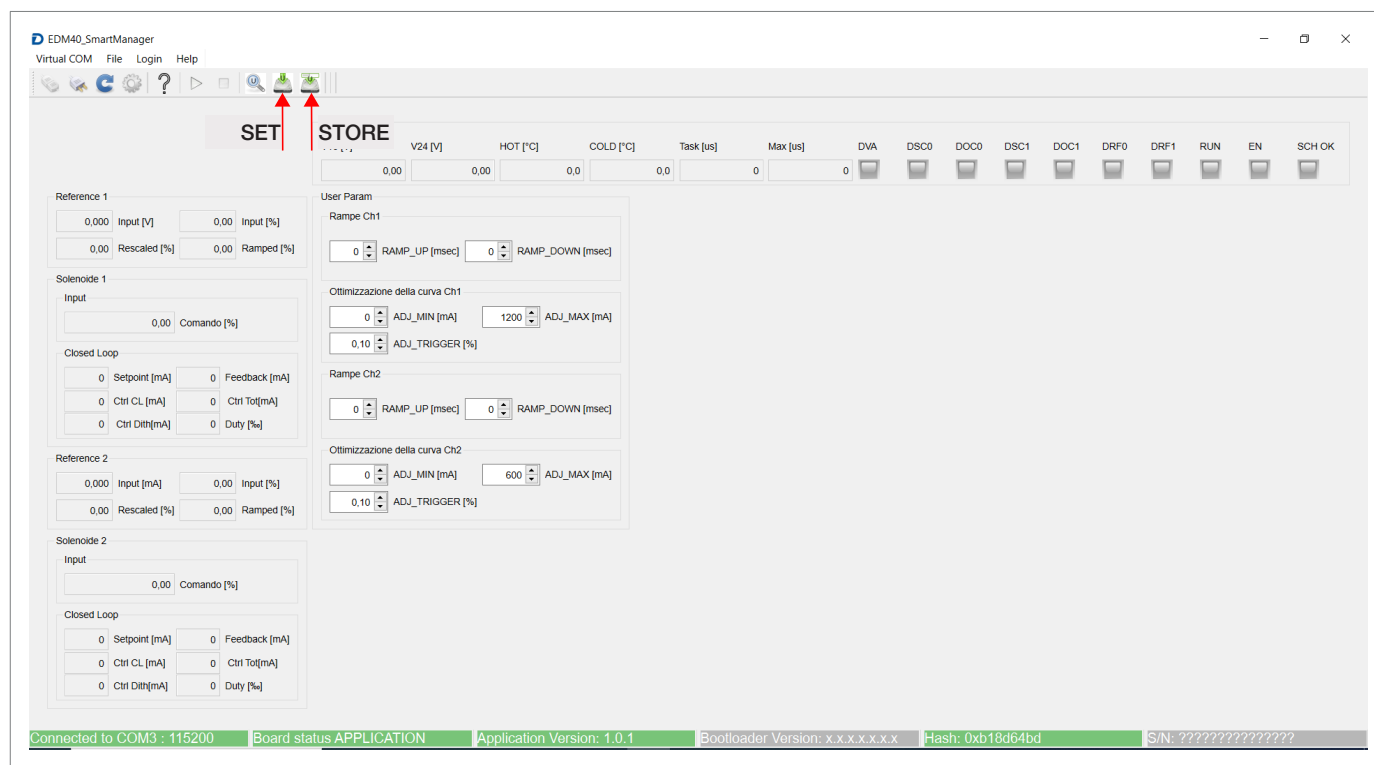

Fig. 8.21. Parametri utente “set” e “store”
2. cambiare il valore e premere “Set user parameter” (Fig. 8.21).
Per memorizzare i valori appena scritti, premere il pulsante “Store user parameter”. In caso di mancanza di tensione, al riavvio, i dati appena scritti non vengono persi (Fig. 8.21).